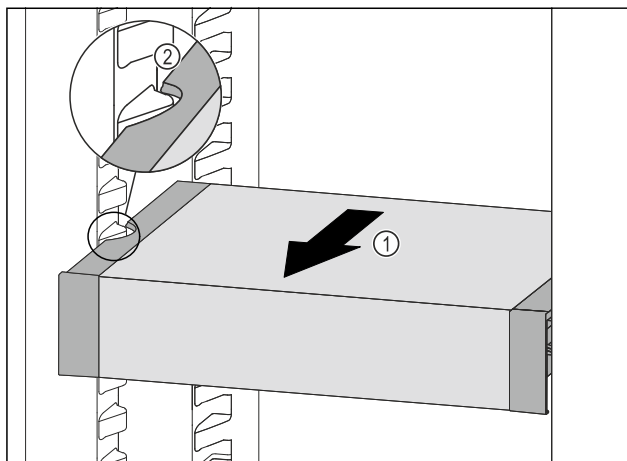

Fig. 165
- Ladicu VarioSafe vucite prema naprijed Fig. 165 (1) sve dok se boćni otvori ladice VarioSafe ne nađu na visini žlijeba spremnika u hladnjaku. Fig. 165 (2)